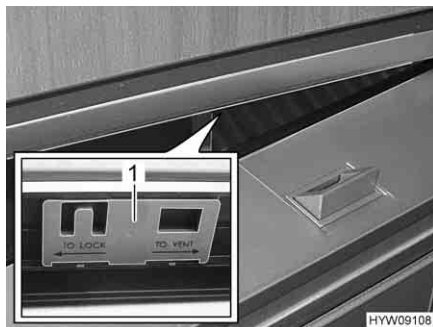

Fig. 71 Porta del frigorifero in posizione di ricircolo d'aria
■ Spingere il cursore (Fig. 71,1) verso destra.